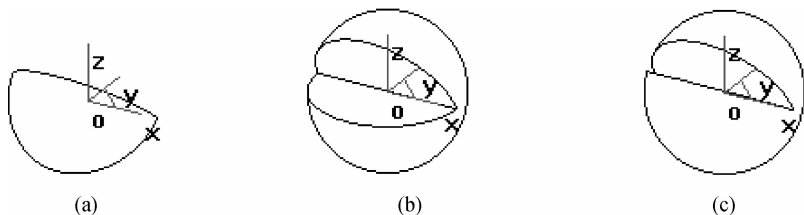

图 3-16 旋转增料的类型
(1)单向旋转。单向旋转是指按照给定的角度值进行单向的旋转增料,如图 3-16(a)所示。
(2) 对称旋转。对称旋转是指以草图为中心,向相反的两个方向进行旋转增料,角度值以草图为中心平分,如图 3-16(b)所示。
(3) 双向旋转。双向旋转是指以草图为起点,向两个方向进行旋转增料,分别输入“角度 1”和“角度 2”的值,如图 3-16(c)所示。